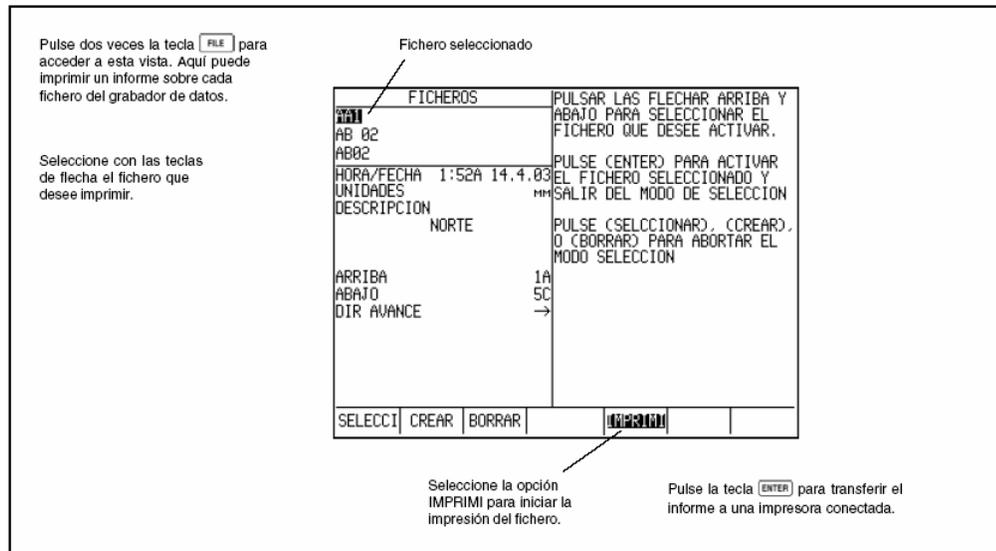

Figura 5-4 Imprimir un informe
Paso 1: Presione FILE para acceder a la visualización del Fichero, véase Figura 5-4.